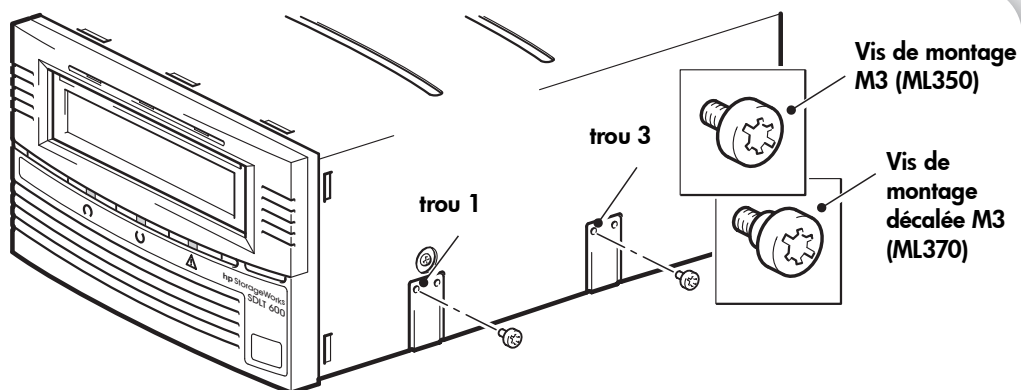

Figure 5c : fixation des vis de montage dans un serveur HP ProLiant ML350 ou 370 typique
- 1 Utilisez un tournevis T8 Torx pour fixer les vis appropriées. Vous devrez peut-être acheter les vis M3 séparément. Placez les vis dans les trous situés à droite du lecteur de bande (trous 1 et 3), comme l'illustre la Figure 5c.